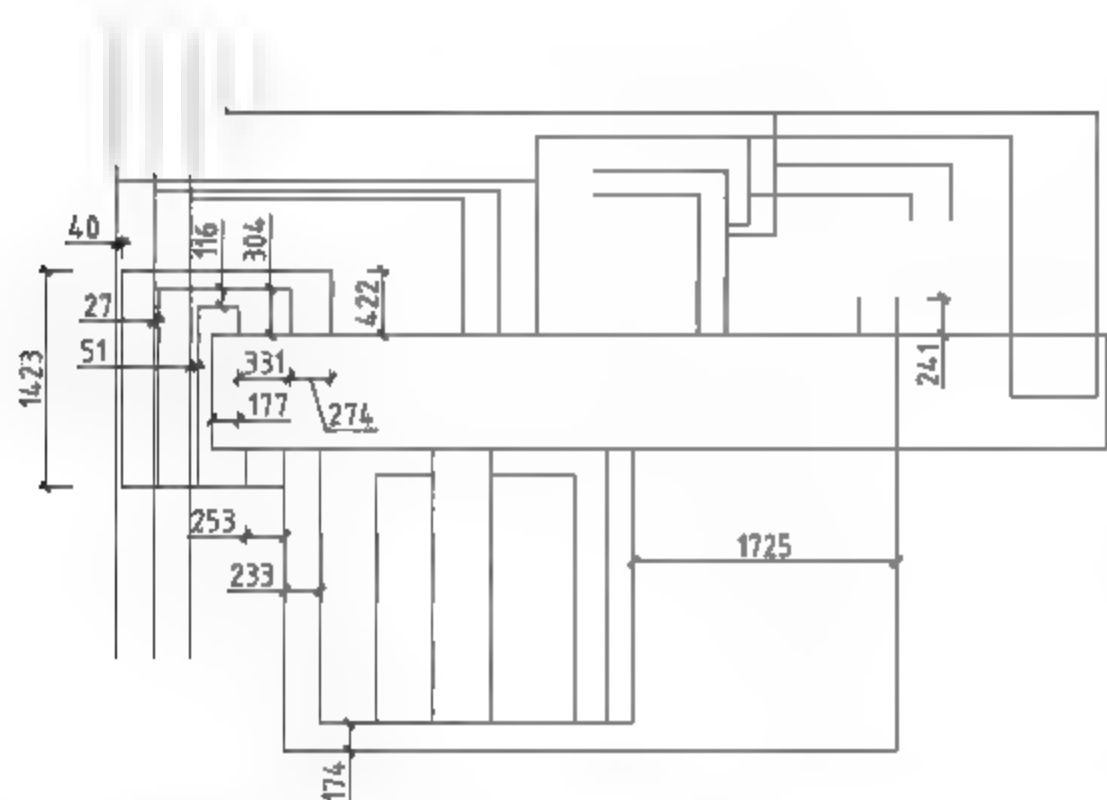

图10-12 修剪线路
- 09** 沿用前面步骤所介绍的方法，调用O【偏移】命令，偏移线段；调用TR【修剪】命令，修剪线段，绘制线路的结果如图10-12所示。